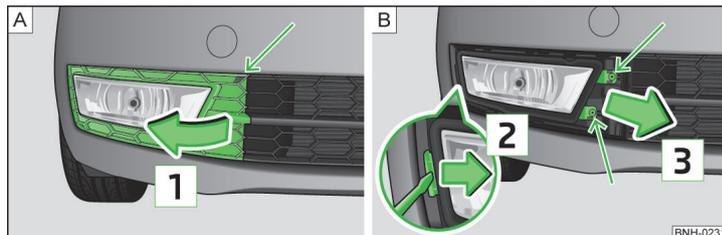

Fig. 153 Paraurti anteriore: griglia protettiva / smontaggio del fendinebbia
- Allentare la griglia di protezione nell'area della freccia » fig. 153 - **A** utilizzando la staffa per estrarre i copri ruota integrali » pagina 153, *Attrezzatura di bordo*.
- Estrarre la griglia di protezione nella direzione indicata dalla freccia **1** » fig. 153.
- Svitare le viti » fig. 153 - **B** contrassegnate dalle frecce¹⁾.
- In caso di successivo montaggio inserire il fendinebbia nel senso contrario a quello indicato dalla freccia **3** » fig. 153 e avvitare in maniera decisa.